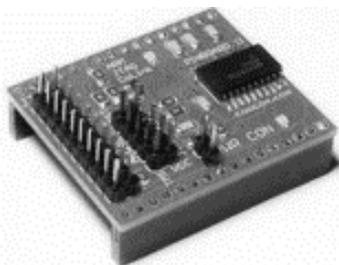

Рис. 3.10 – Внешний вид модуля **CoLink ARM Cortex JTAG**
**CoLink ARM Cortex JTAG** предназначен для работы с микроконтроллерами, поддерживающими интерфейс **JTAG** и ориентирован на использование среды разработки **CooCox IDE**, которая не рекомендуется к использованию (рисунок 3.10).